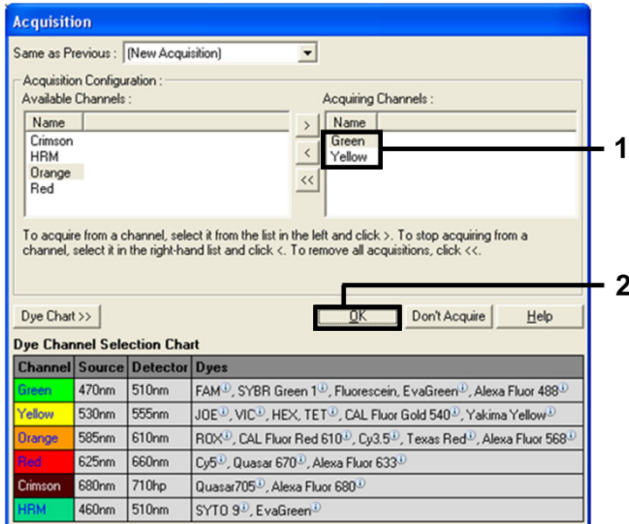

Figure 8. Acquisition à l'étape de cycle à 60 °C.
10. Sélectionner Green (Vert) et Yellow (Jaune) dans la liste des canaux disponibles, puis cliquer sur > pour les transférer vers la liste Acquiring Channels (Canaux d'acquisition). Cliquer sur OK (figure 8).